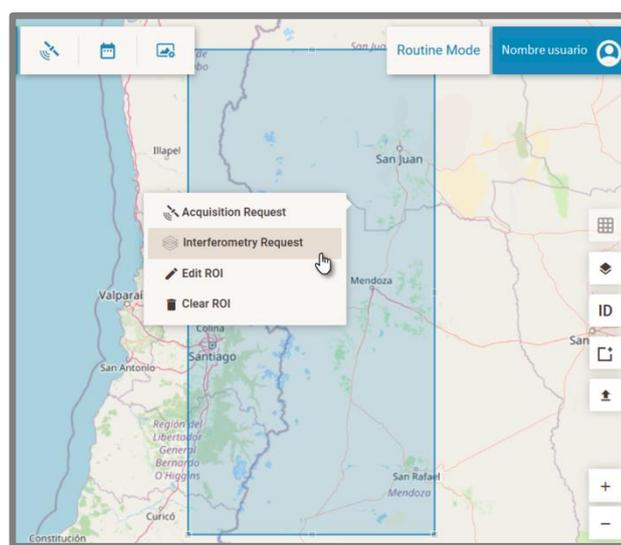

Figura 68: Acceso para confeccionar un pedido de interferometría una vez definida la ROI (Región de Interés).
- Posteriormente, dentro de la ROI, clicar con el botón derecho del mouse, para desplegar más opciones. Seleccionar la opción: **Interferometry Request** (Pedido de Interferometría), como muestra la **Figura 68**.